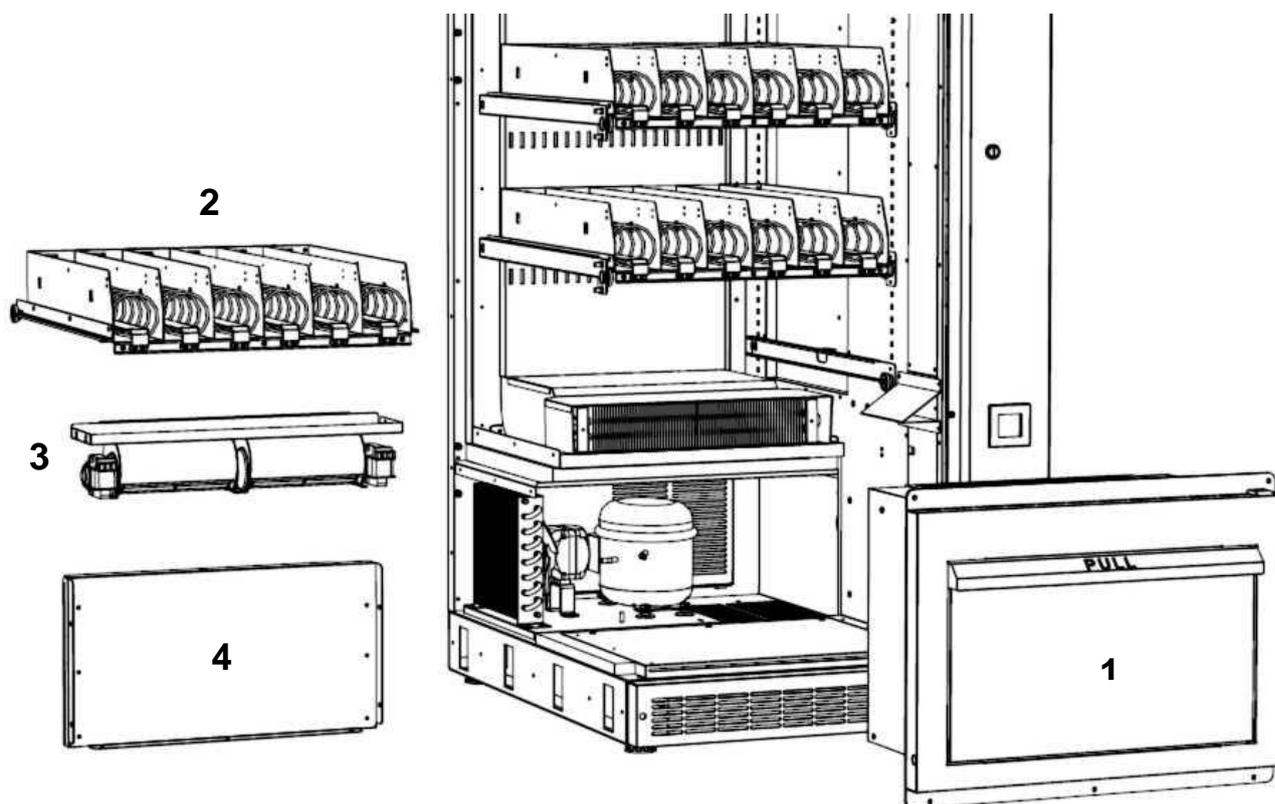

Figure 6.8
- enlever le compartiment tombée produits (Figure 6.8 /1) en dévissant les 5 vis aux coins;
- enlever le premier plateau inférieur (Figure 6.8 /2);
- enlever le groupe de ventilation (Figure 6.8 /3);
- enlever le panneau de fermeture groupe compresseur (Figure 6.8 /4);